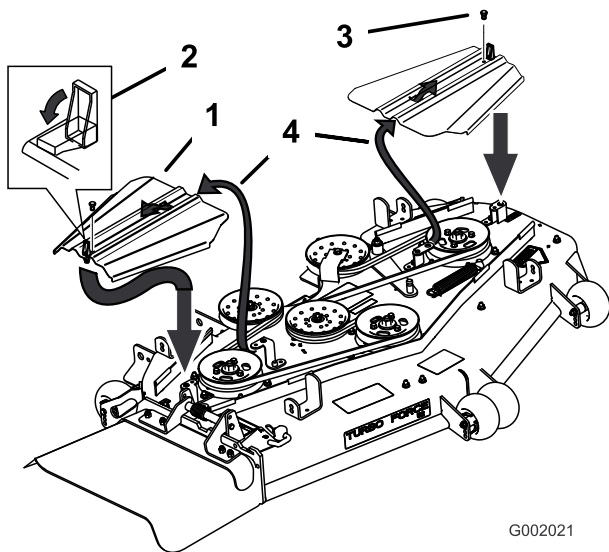
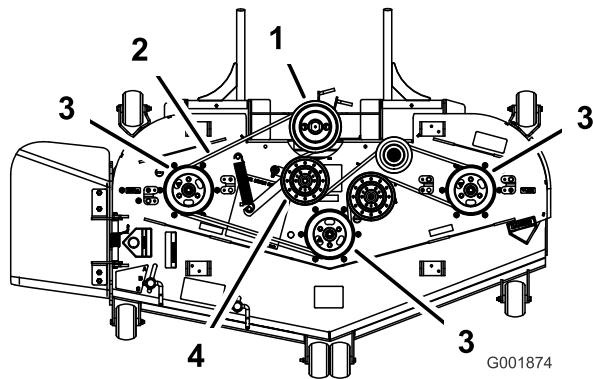
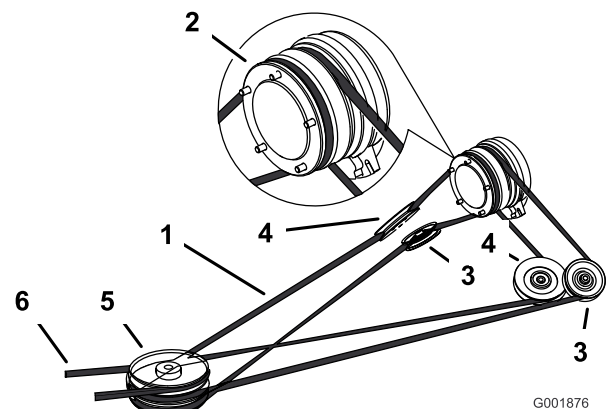

Bild 59
Bild 60
Bild 62
3. Nehmen Sie die Schrauben und Riemenabdeckungen ab (Bild 59).
5. Nehmen Sie den Mähwerkriemen von den Mähwerkspannscheiben und der oberen Scheibe der Dreier-Spannscheibeneinheit (Bild 59 und Bild 60).
6. Setzen Sie den Mähwerkriemen um die Mähwerkspannscheiben und der oberen Scheibe der Dreier-Spannscheibeneinheit ein (Bild 59 und Bild 60).
7. Ziehen Sie am unter Federdruck stehenden Spannarm, um die Riemen Spannung wegzunehmen und richten Sie den Mähwerkriemen auf der Spannscheibe aus (Bild 60).
8. Setzen Sie die Riemenabdeckungen auf. Die Laschen sollten in den Schlitzen stecken. Setzen Sie die Schrauben und und schließen Sie die Laschen (Bild 59).
4. Ziehen Sie an der federgespannten Spannscheibe, um die Riemen Spannung wegzunehmen (Bild 62).
5. Nehmen Sie den Mähwerkriemen von der oberen Spannscheibe der Dreier-Spannscheibeneinheit (Bild 60 und Bild 62).
7. Legen Sie den neuen Treibriemen um die Kupplungsscheibe, die verstellbaren Spannscheiben, die federgespannte Spannscheibe und die vordere der Dreier-Spannscheibeneinheit (Bild 62).
9. Verlegen Sie den Mähwerkriemen um die Mähwerkspannscheiben und die obere Scheibe der Dreier-Spannscheibeneinheit (Bild 60 und Bild 62).